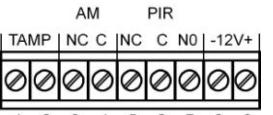

Fig. 4 Morsettiera I Terminal block I Bloc de terminaux I Plaque à bornes
8. Collegare i fili alla morsettiera (Fig. 4)
#### Descrizione della morsettiera (Vedere Fig. 4)
8. Connect wire to terminal block.(Fig. 4)
#### Terminal Block Connections (See Fig. 4)
8. Conectar los cables en los bloques de terminales(Fig. 4)
#### Conexiones del bloque de terminales (véase la Fig. 4)